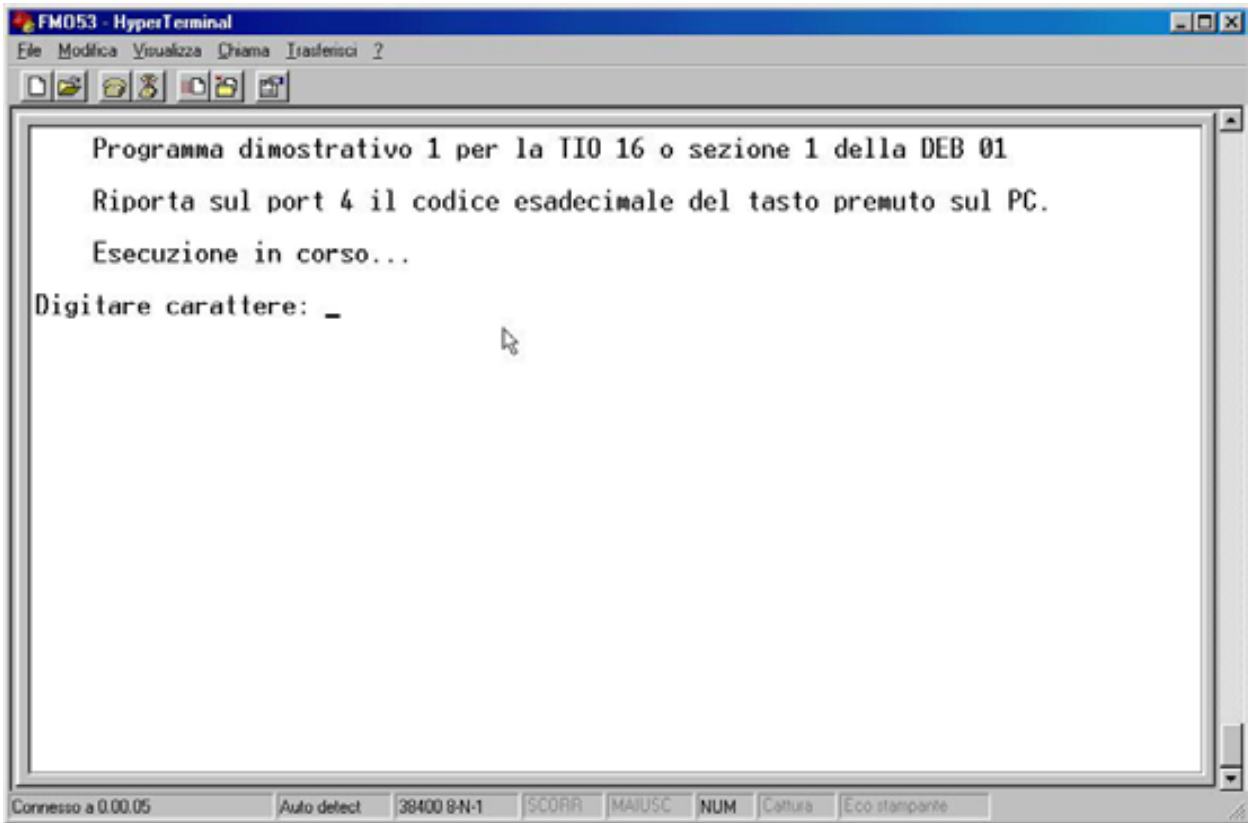

FIGURA 30: PARTENZA AUTOMATICA PROGRAMMA IN AUTORUN
- 21) In questa fase resettare o riaccendere la scheda per ottenere l'avvio automatico del programma demo salvato in FLASH, come visualizzato nella figura 30.